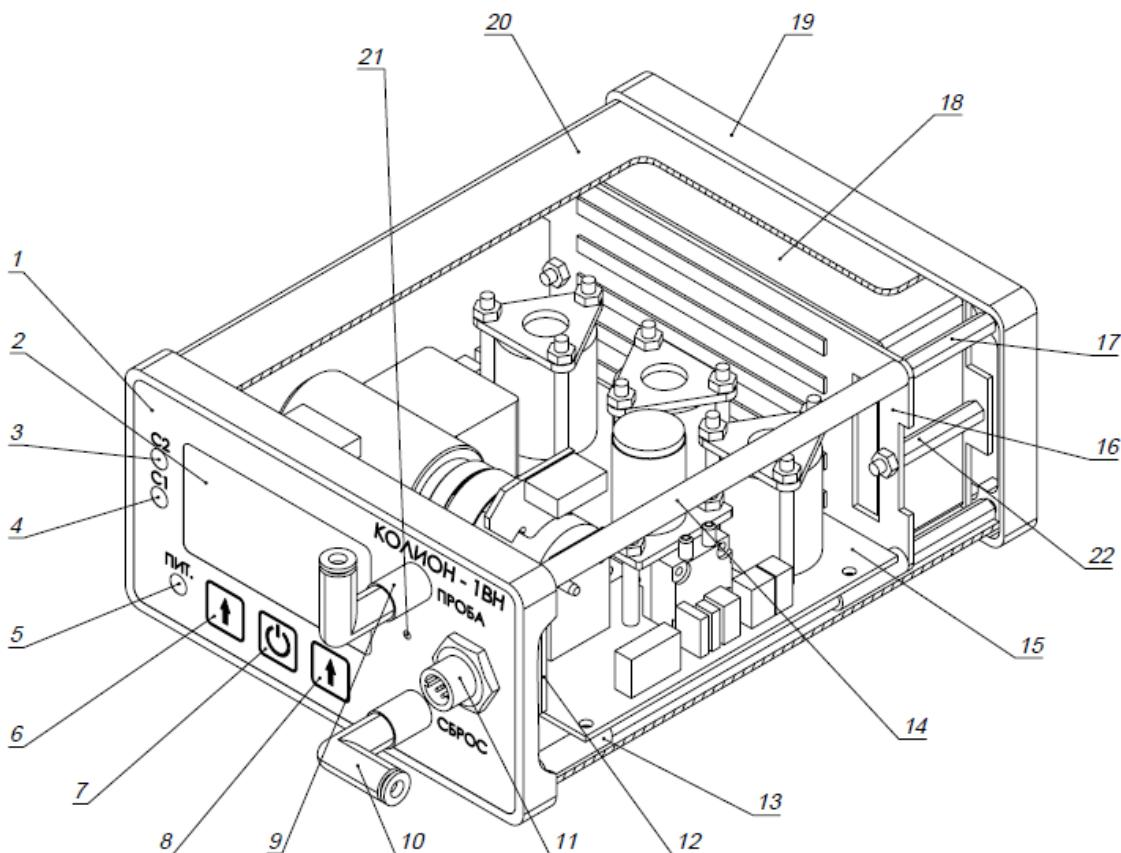

Рис. 1.1. Расположение элементов газоанализатора
##### 1.5.2.1. Расположение основных элементов газоанализатора приведено на рис. 1.1.
1.5.2.3 Пробоотборник присоединяется к штуцеру ПРОБА газоанализатора (см. рис. 1.1 поз. 9) с помощью соединительной фторопластовой трубы с внешним диаметром 4 мм, внутренним диаметром 2 мм, длиной 0,9 м.
- кабельный ввод (3) для подключения кабеля (2);
- три светодиода контроля уровня заряда (4);
- кнопка включения контроля уровня заряда (5).
Кабель (2) снабжен разъемом (1) для подключения к разъему газоанализатора (поз. 11 рис. 1.1.) в режиме питания газоанализатора или к разъему зарядного устройства в режиме заряда (зарядное устройство входит в комплект поставки ВБА).